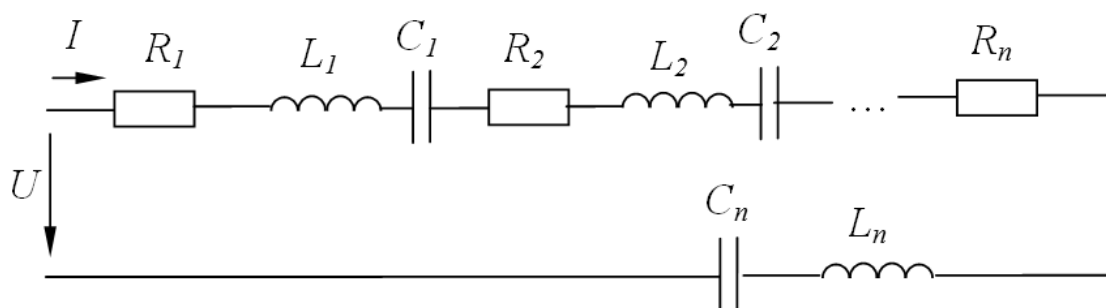

Рисунок 10 – Электрическая цепь с последовательным соединением  $R$ -,  $L$ - и  $C$ -элементов к задаче 1
**Задача 1.** Пусть задана расчетная схема с последовательным соединением элементов  $R, L, C$  с параметрами  $R_1, R_2 \dots R_n, X_{L1}, X_{L2} \dots X_{Ln}, X_{C1}, X_{C2} \dots X_{Cn}$  и напряжением  $U$  на входе (рисунок 10). Определить ток  $I$ , угол сдвига по фазе  $\varphi$  и мощность на входе цепи.